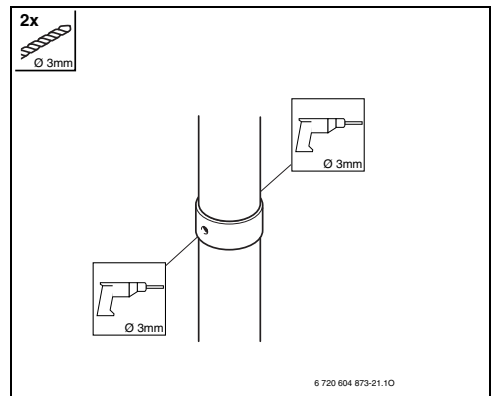

Fig. 31
► Abrir dos orificios de Ø 3 mm, en el tubo del aire de combustión. Profundidad máxima del orificio Ø 8 mm! En ningún caso podrá el tubo de gases de combustión ser dañado (Fig. 31).